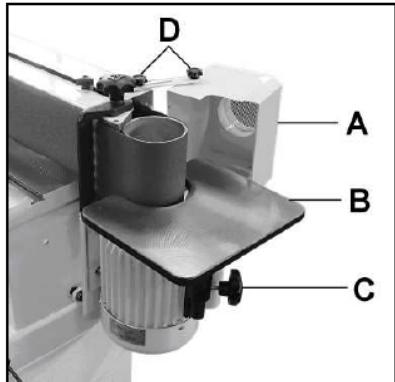

Рис. 9
Откройте кожух вала (A) (Рис. 9) и закрепите обе ручки(D).